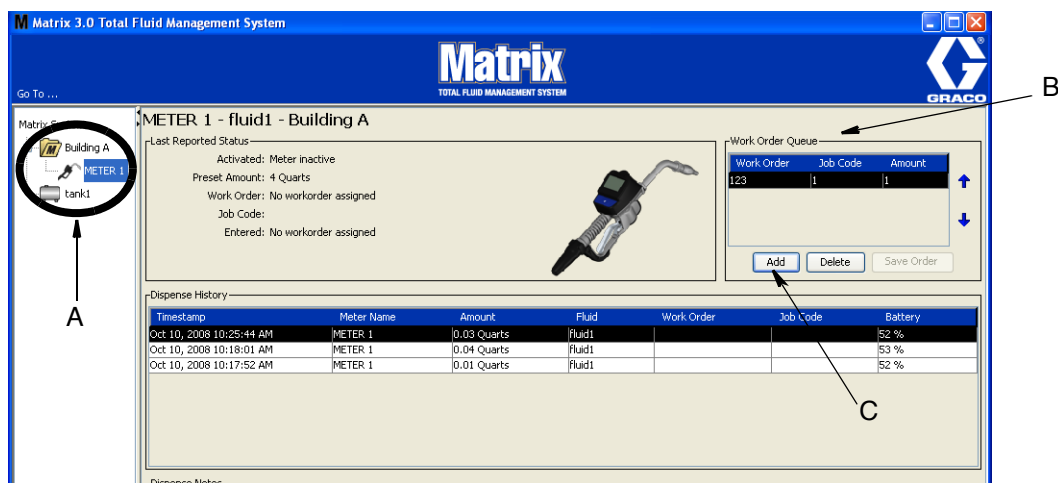

Рис. 186
1. В поле групп, определенных системным администратором, основного экрана системы Matrix (A), выберите требуемый расходомер, которому назначается рабочее задание (Рис. 186).
2. В поле «Work Order Queue» [Очередь рабочих заданий] (B) того же экрана нажмите кнопку «Add» [Добавить] (C) (Рис. 186). Отобразится список доступных рабочих заданий для этого расходомера.